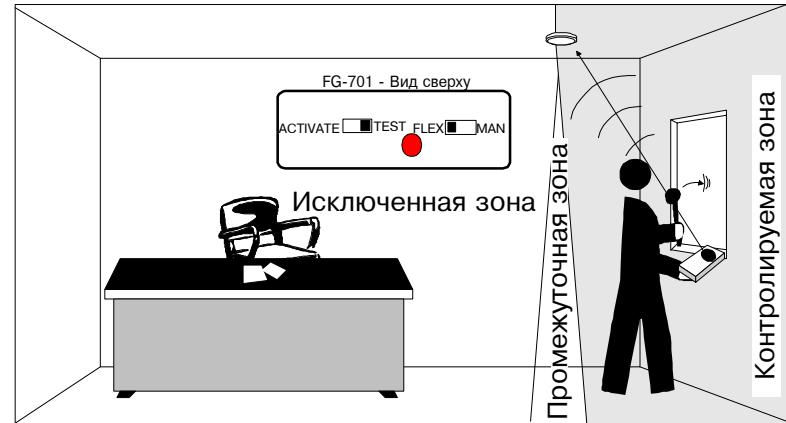

Рис. 17.
- Подайте сигнал изгиба, аккуратно ударив по стеклу нетвердым предметом. Имитатор издаст сигнал звук (разрушения стекла) (см. рис. 17). При правильном приеме сигналов изгиб и звук, на извещателе должен загореться красный светодиод.